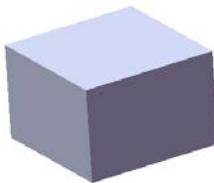
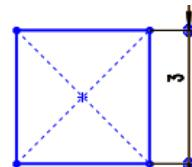

图 12.3.2 凸台—拉伸 1
图 12.3.3 横断面草图
Step2. 创建图 12.3.2 所示的零件基础特征——凸台—拉伸 1。
(1) 选择命令。选择下拉菜单 **插入(I)** → **凸台/基体(B)** → **拉伸(E)...** 命令(或单击“特征(F)”工具栏中的  按钮)。
(2) 定义特征的横断面草图。
① 定义草图基准面。选取前视基准面作为草图基准面。
② 定义横断面草图。在草图环境中绘制图 12.3.3 所示的横断面草图。
③ 选择下拉菜单 **插入(I)** → **退出草图** 命令，退出草图环境，此时系统弹出“凸台—拉伸”对话框。